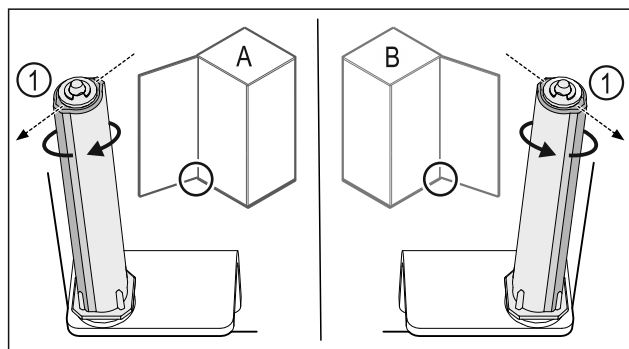

Fig. 44 Okretanje nalijevo (A) / okretanje nadesno (B)
- ▶ Okrećite sustav zatvaranja do kraja dok lamela sustava zatvaranja Fig. 44 (1) ne bude usmjerena prema van.